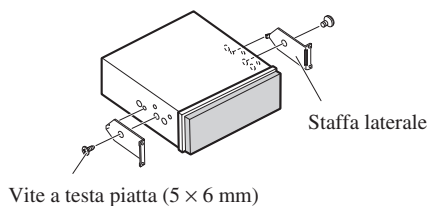

Fig. 10
2. Installare le staffe laterali. (Fig. 10)